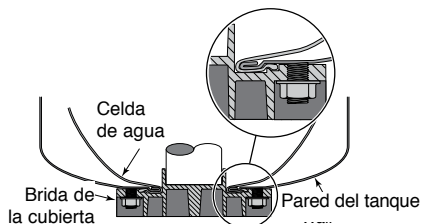

Figura 5 - Instalación y colocación correctas
11. Limpie la superficie de sellado y la muesca de la brida de cubierta; colóquela en el tanque (consulte la Figura 5).